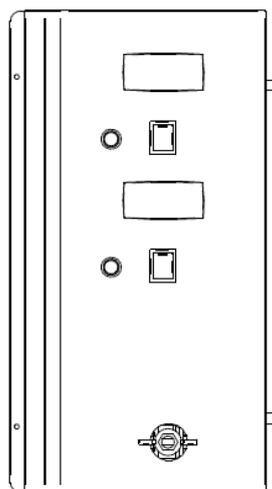

Fig. 1
- Pulsar el botón de carga de agua que hay en el tablero de mandos (Fig. 1), rellenar la cuba por lo menos (cerca de 2 o 3 cm del fondo).
- Accionar el interruptor de la resistencia de la Vitrocerámica girando en sentido horario el mando A, B o C situados en el frontal del mueble de la Fig. 1 hasta escuchar el primer salto. De esta manera se enciende el piloto situado en la parte superior del termostato. Prosiguiendo con la rotación se ajusta a la temperatura deseada. La escala graduada es solamente orientativa.